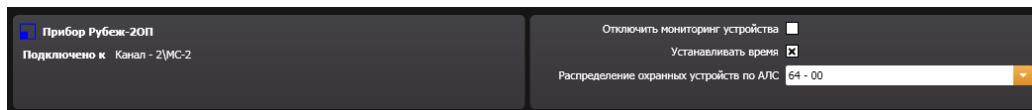

Рисунок 14.3.44 – Свойства устройства Рубеж-2ОП
5) При выделенной в рабочей области строке устройства Рубеж-2ОП поле свойств устройства отображает (Рисунок 14.3.44):